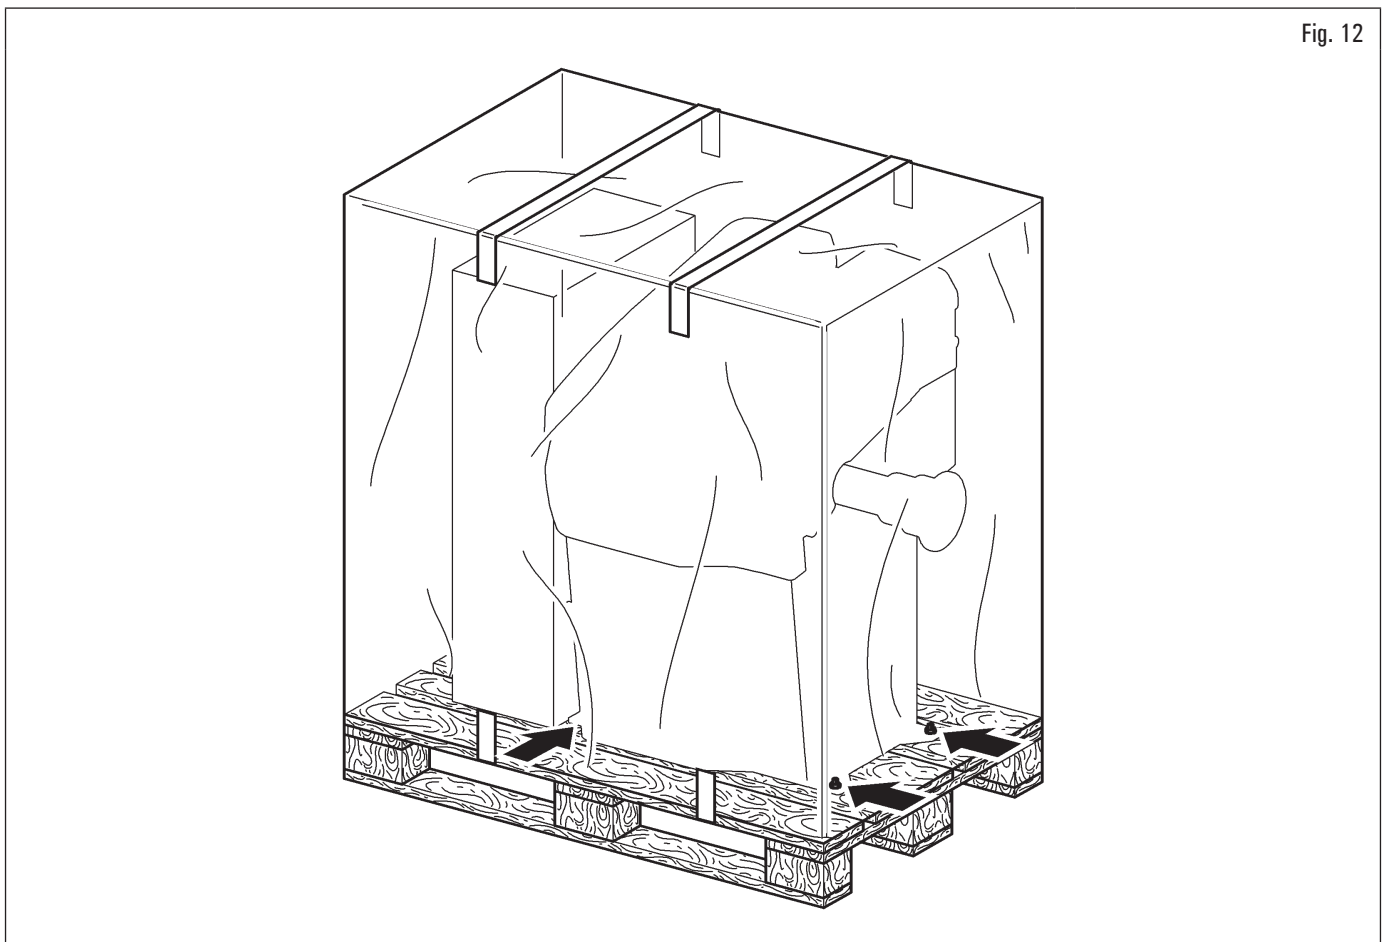

Fig. 12
- L'apparecchiatura viene spedita solitamente parzialmente montata come illustrato in Fig. 12.
- sollevare con cautela, adoperando adeguati mezzi di sostegno del carico, in perfetta efficienza, utilizzando gli appositi segnali posti sull'imballo Fig. 12.